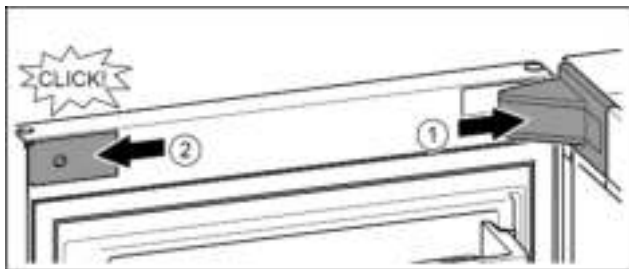

Fig. 24
- ▶ Afdekking aanbrengen en vastklikken, en indien nodig, voorzichtig uit elkaar drukken. Fig. 24 (1)
- ▶ Afdekkingen zijdelings aanbrengen en vastklikken. Fig. 24 (2)